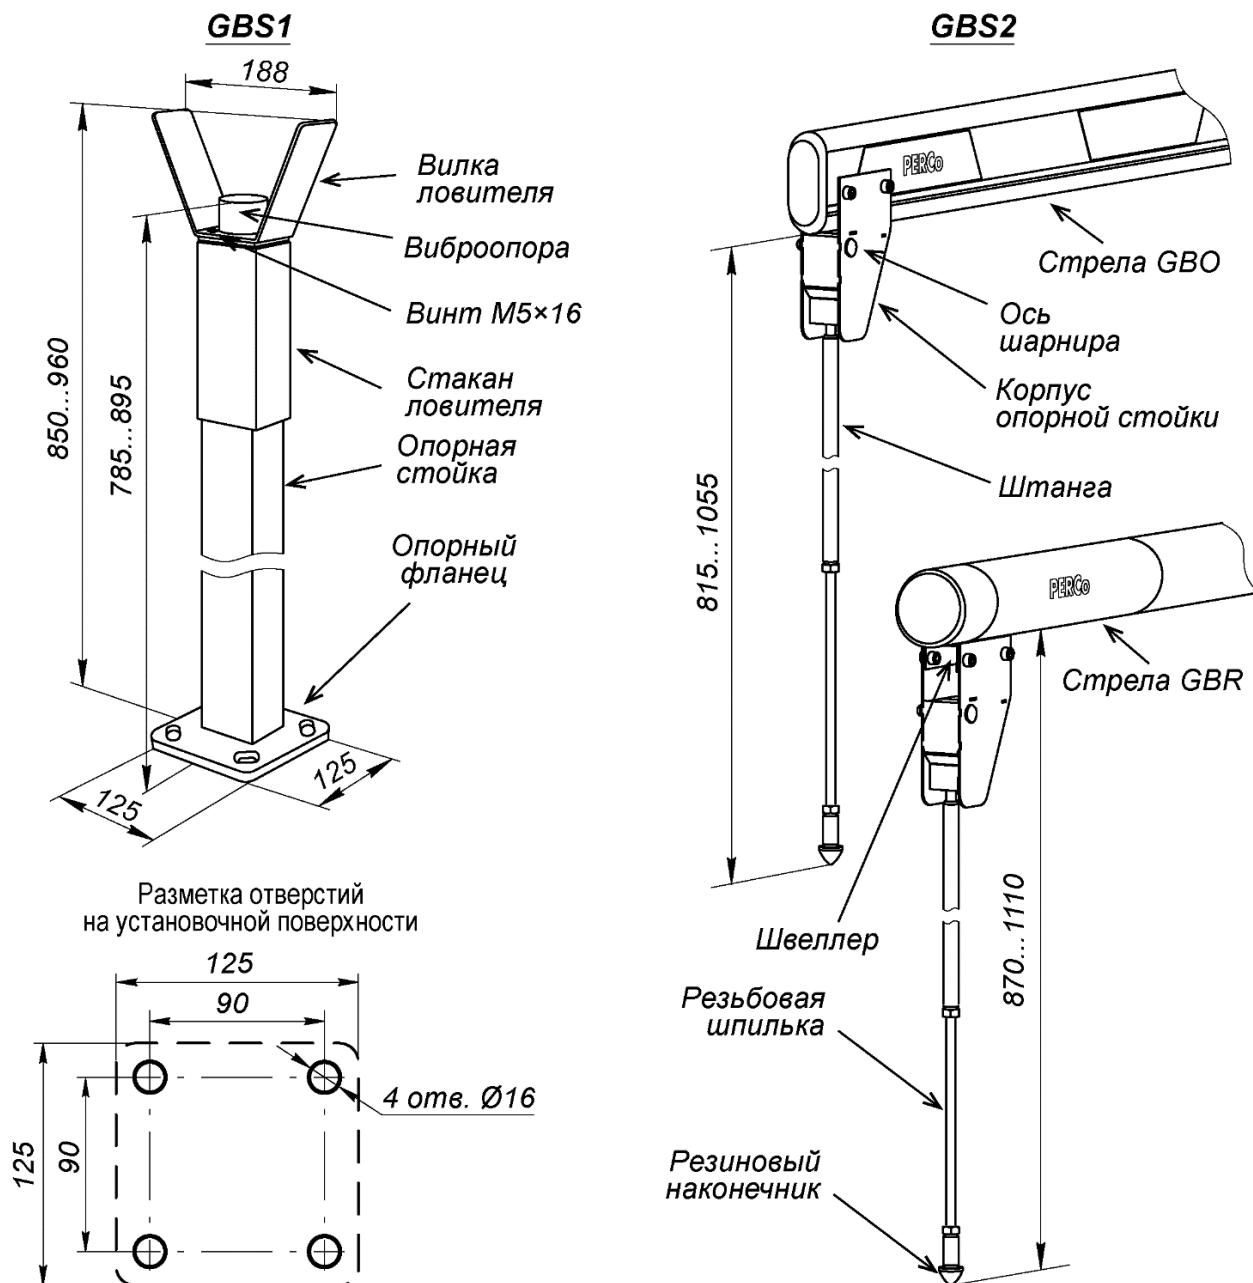

Рисунок 16. Внешний вид опорных стоек PERCo-GBS1 и PERCo-GBS2
Опорная стойка **PERCo-GBS1** состоит из стойки прямоугольного сечения с опорным фланцем и ловителя стрелы (см. рис. 16).
1. Выполните в установочной поверхности отверстия в соответствии с разметкой (см. рис. 16). Ось опорной стойки должна совпадать с продольной осью стрелы шлагбаума
Вместо стационарной стойки **PERCo-GBS1** можно использовать подвесную опорную стойку **PERCo-GBS2**, которая крепится непосредственно на стреле шлагбаума (см. рис. 16). В вертикальном положении стрелы подвесная стойка складывается под собственным весом. На круглой стреле **PERCo-GBR** необходимо предварительно закрепить на заклепках монтажный швеллер из комплекта поставки опорной стойки (см. Инструкцию по монтажу из комплекта подвесной стойки), на который затем монтируется корпус опорной стойки.